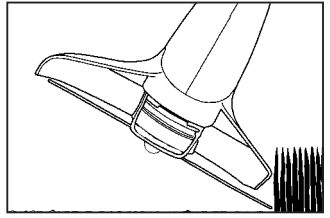

Fig. 4-2C
5. **SCALPING** (Fig. 4-2C) . Scalping refers to removal of all vegetation down to the ground. To do this, tilt the string-head to about a 30 degree angle to the left. By adjusting the handle you will have better control during this operation. Always keep a distance of 100 feet (30 meters) from other people and animals when scalping. Do not attempt this procedure if there is any chance flying debris could injure operator, other people or cause damage to property.
5. **RASAGE** (Fig. 4-2C) . Le rasage consiste à couper la végétation au ras du sol. Pour ce faire, incliner la tête de coupe à gauche à un angle d'environ 30 degrés. Le réglage de la poignée permettra de mieux contrôler le coupe-herbe pendant cette opération. S'assurer qu'aucune personne ou qu'aucun animal ne soit présent dans un rayon de 30 mètres. Ne jamais essayer de raser une zone où des débris risquent d'être projetés et causer des dommages corporels ou matériels.
5. **REMOVER VEGETACIÓN** (Fig. 4-2C) . Gire la unidad 30 grados hacia la izquierda. Ajustando el maneral tendrá mejor control de esta operación. Siempre mantenga una distancia de 100 pies (30 metros) de cualquier persona o animal. No intente hacer esta operación si existe la posibilidad de que alguna partícula pudiera dañar al operador, a otras personas o pueda dañar objetos.